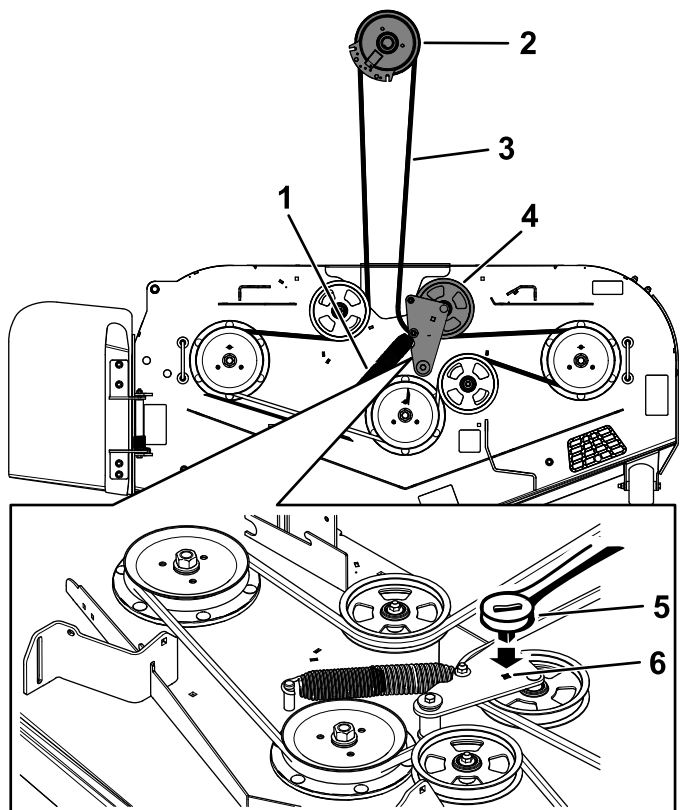

Figure 72
5. Insérez un rochet de $\frac{3}{8}$ pouce dans le trou carré du bras de la poulie de tension pour détendre le ressort de la poulie de tension (Figure 72).
7. Enlevez le guide-courroie situé sur le bras de la poulie de tension rappelé par ressort (Figure 72).
9. Acheminez la courroie neuve autour des poulies du tablier de coupe et de la poulie d'embrayage, sous le moteur (Figure 72).
10. Montez le guide-courroie sur le bras de la poulie tension (Figure 72).
11. Insérez le rochet de $\frac{3}{8}$ pouce dans le trou carré et installez le ressort de la poulie de tension (Figure 72).